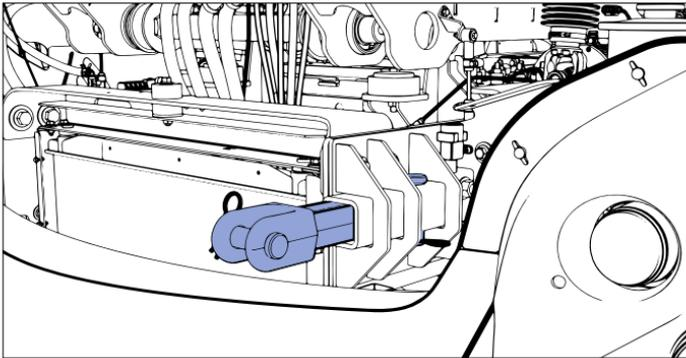

Figure 29 - Crochets de remorquage insérés sur la traverse avant
3. Insérez les crochets de remorquage sur la traverse avant (Figure 29).